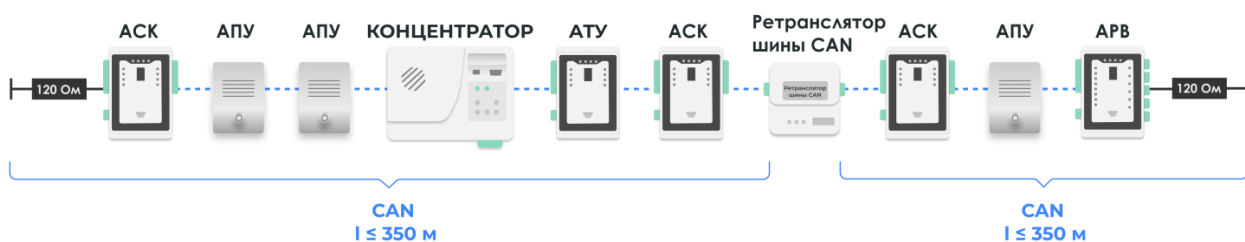
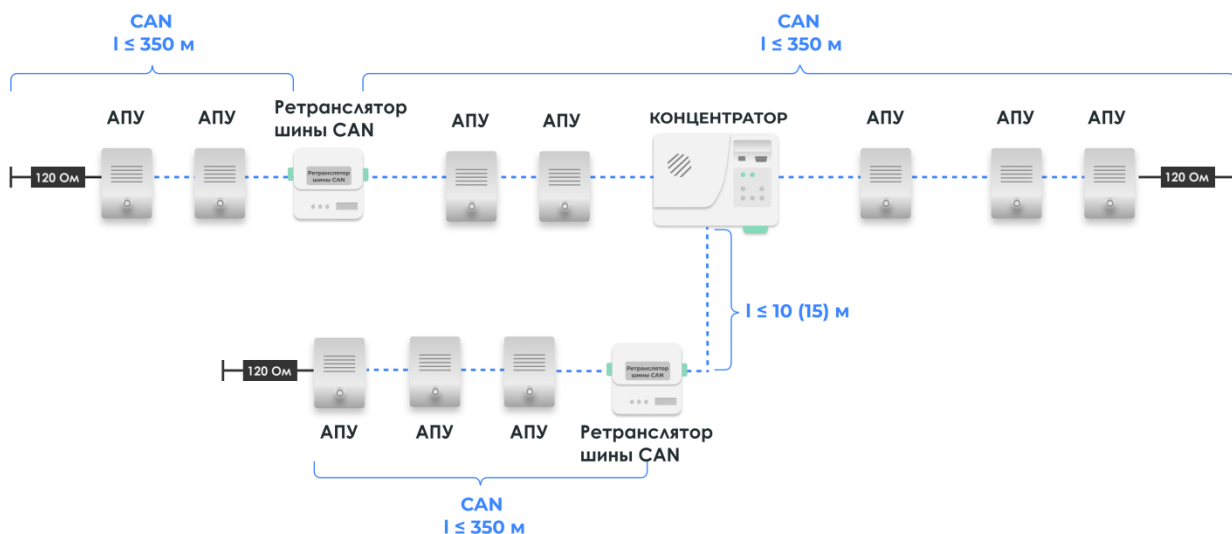

Рисунок 2 – Рекомендуемая схема подключения устройств на CAN-шине
Рисунок 3 – Допустимая схема подключения устройств на CAN-шине
- **Топология построения** – Шина (рис. 2). Возможны ответвления не более 10-15 м (рис. 3).